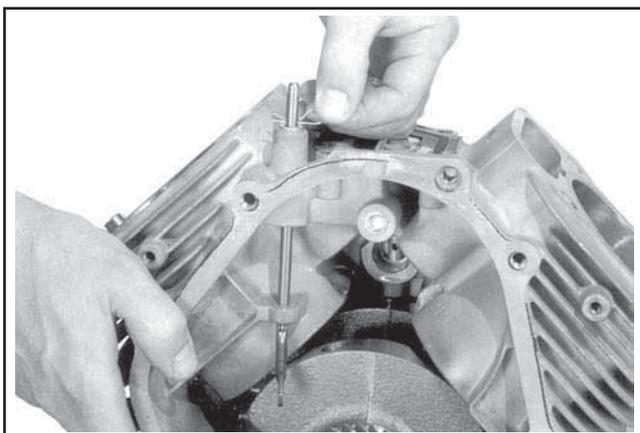

Figure 9-74. Enlèvement du goujon d'accouplement du petit arbre transversal du régulateur (dessin petit arbre 6 mm).
1. Enlever le goujon d'accouplement et la rondelle plate ou le dispositif de fixation et la rondelle en nylon du petit arbre transversal du régulateur. Voir les Figures 9-74 et 9-75.